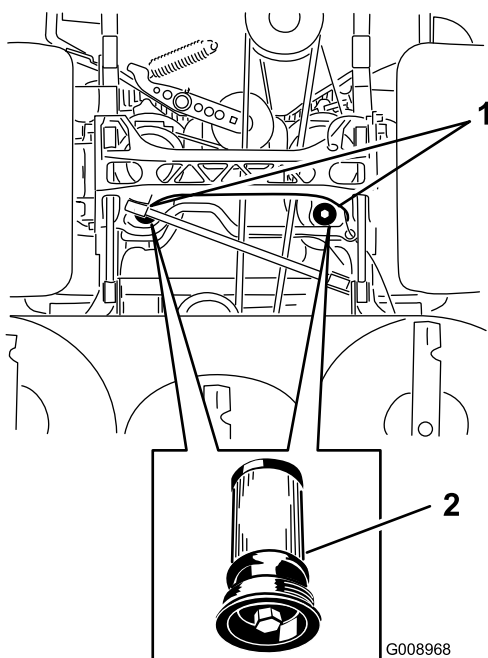

Figura 84
5. Collocate una bacinella di spurgo sotto il filtro, togliete il filtro usato e pulite la superficie (Figura 84).
6. Spalmate un velo di olio idraulico sulla guarnizione di gomma del filtro di ricambio (Figura 84).